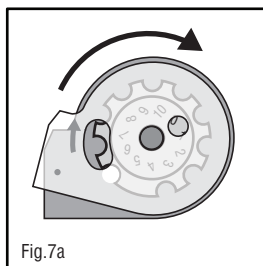
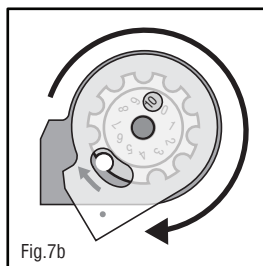

Fig.7a
Fig.7b
1. Levante e rotacione a capa transparente na direção da seta (sentido horário) até que ela pare. (Fig.7a, Fig.7b)